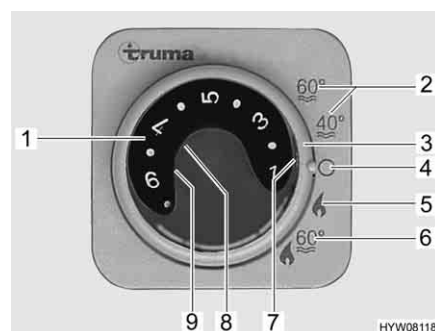

Fig. 188 Centralina di controllo per riscaldamento/boiler
- Impostare la modalità di funzionamento tramite l'interruttore girevole (Fig. 188,3).
A seconda della temperatura ambiente desiderata, il riscaldamento seleziona automaticamente il livello del bruciatore necessario. Al raggiungimento della temperatura ambiente desiderata, il bruciatore si spegne. Durante la modalità di funzionamento "Riscaldamento e boiler" (Fig. 188,6) è riscaldata anche l'acqua nel boiler. Nella modalità di funzionamento "Riscaldamento senza boiler" (Fig. 188,5) è possibile far funzionare il riscaldamento con il boiler vuoto.
- Impostare la manopola della temperatura (Fig. 188,1) sulla centralina di controllo scegliendo la potenza desiderata.
- Posizionare l'interruttore girevole (Fig. 188,3) su funzionamento invernale "Riscaldamento senza boiler" (Fig. 188,5) o "Riscaldamento e boiler" (Fig. 188,6).
Si accende la spia verde di controllo (Fig. 188,7).
- Posizionare l'interruttore girevole (Fig. 188,3) su "O" (Fig. 188,4).
La combinazione funzionamento a gas e funzionamento elettrico a 230 V diminuisce il tempo di riscaldamento del veicolo (è possibile solo se il riscaldamento viene impostato sulla centralina di controllo (Fig. 188) su funzionamento invernale).